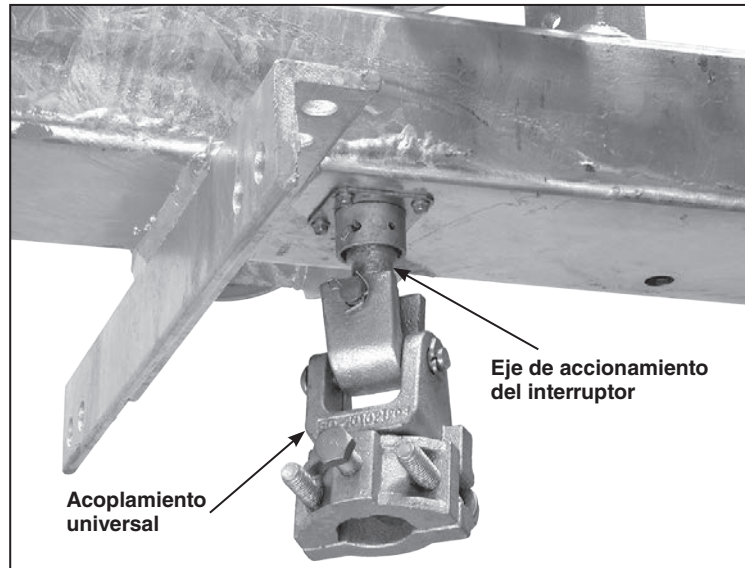

Figura 20. Colocación del acoplamiento universal en el eje de accionamiento del interruptor.
**PASO 19.** Fije un acoplamiento universal de tipo chumacera de tubo a interruptor al eje impulsor del interruptor en la parte inferior del ensamble del interruptor. Ver Figura 20.